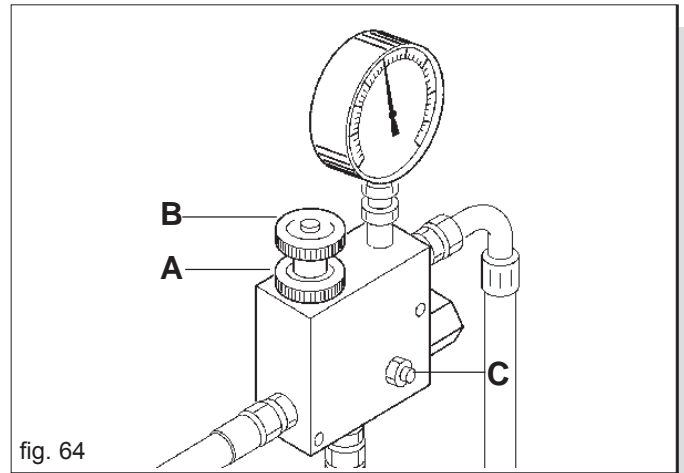

fig. 64
Nei trattori con pompa a portata variabile (circuito idraulico chiuso), dotati di regolatore della portata d'olio, si deve aprire completamente il regolatore a tre vie (B Fig. 64) e partendo con poca portata d'olio aprire gradualmente il regolatore interno del circuito del trattore fino al raggiungimento della pressione desiderata, indicata dal manometro (C Fig. 61).
Se occorre aumentare il numero di giri della ventola per la distribuzione di sementi più pesanti, agire con prudenza ed attenzione nel seguente modo (Fig. 64):
- allentare la ghiera di bloccaggio (A Fig. 64);
- ruotare in senso orario od antiorario il volantino (B Fig. 64) per diminuire od aumentare la pressione e di conseguenza modificare i giri della soffiante.
È vietato per qualsiasi motivo toccare il grano (C Fig. 64) poiché si starebbe l'impianto potendo causare la rottura del motore, della pompa o della ventola di soffiaggio.